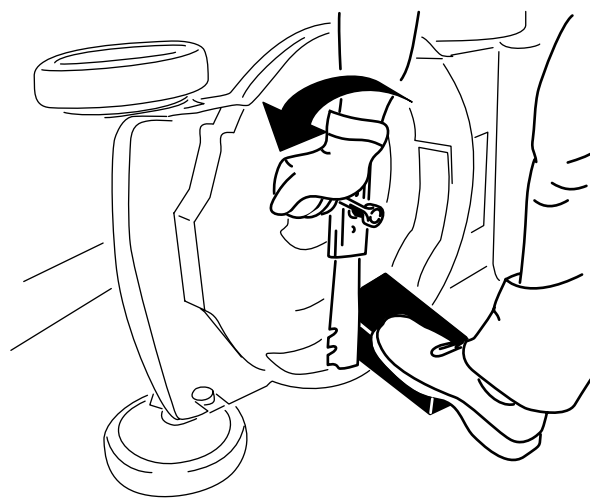

Figura 21
2. Usate un blocco di legno per tenere ferma la lama (Figura 21).
3. Togliete il bullone della lama, la staffa e la lama; conservate staffa e bullone della lama (Figura 21).